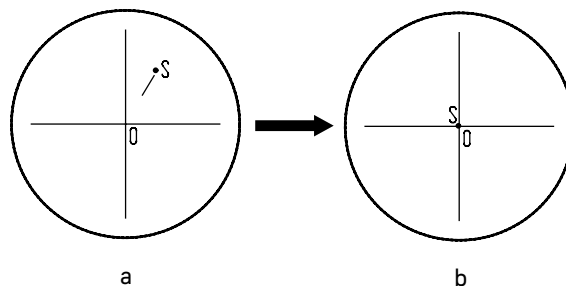

Рис. 17. Настройка канала визуализации
- Установите рукоятку переключения светового потока **4** в положение для наблюдения через окуляры. Наблюдая объект через окуляры, найдите отличительную точку в поле зрения (легко идентифицируемую цель, такую как точка *S* на рис. 17 а), переместите объект на предметном столике так, чтобы данная точка находилась в центре поля зрения, как показано на рис. 17 б. Для этой процедуры вместо обычного препарата удобно использовать специальный калибровочный слайд с перекрестием, а вместо обычного окуляра – окуляр с перекрестием.